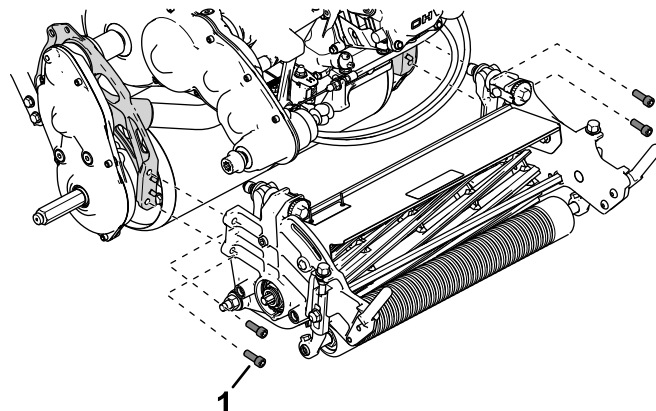

Figure 46
5. Fixez l'unité de coupe au cadre à l'aide de 4 vis à tête creuse (Figure 46).